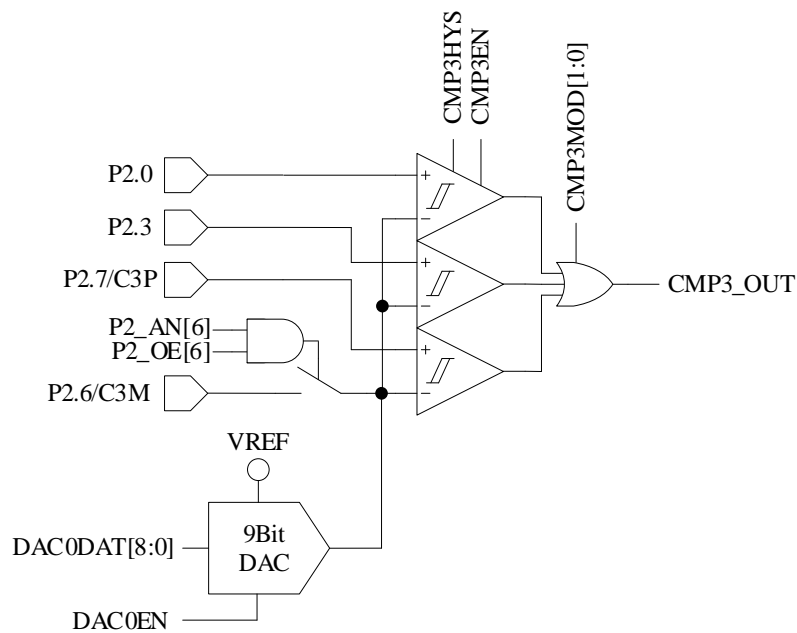

图 28-4 3 比较器输入模式
- 配置 CMP\_CR1[CMP3MOD] = 1X，CMP3 为三比较器输入模式，具体输入输出端口及接法如图 28-4 所示